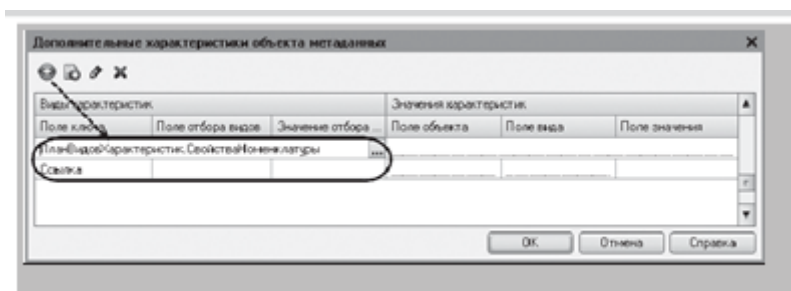

Рисунок 22.11 - Описание источника видов характеристик
1.10 Откроется диалог описания характеристик. С помощью кнопки **Добавить** в командной панели добавим в него новую запись. В качестве источника характеристик выберем план видов характеристик **СвойстваНоменклатуры**. Платформа автоматически определит, что полем ключа будет являться поле **Ссылка** этого объекта конфигурации (рисунок 22.11).